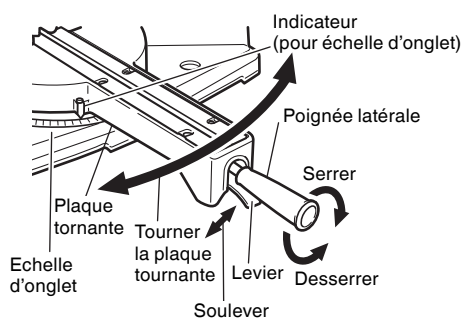
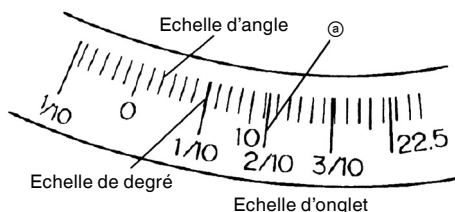

Fig. 30
Fig. 31
- (1) Desserrer la poignée latérale et tirer vers le haut le levier des butées d'angle. Cela fait, régler la plaque tournante jusqu'à ce que l'indicateur soit aligné avec le réglage désiré sur l'échelle de coupe d'onglet (Fig. 30).
- (2) Resserrer la poignée latérale pour fixer la plaque tournante à la position voulue.
- (3) L'échelle d'onglet (Fig. 31) indique à la fois l'angle de coupe de l'échelle d'angle et le degré de l'échelle de degré.
- (4) Le degré, qui est le rapport de la hauteur sur le socle de la section triangulaire à retirer, pourra être utilisé pour régler l'échelle d'onglet à la place de l'angle de coupe, au besoin (voir Fig. 31).
- (5) En conséquence, pour couper une pièce à un angle de 2/10, régler l'indicateur sur la position ⊕, comme indiqué à la Fig. 31.